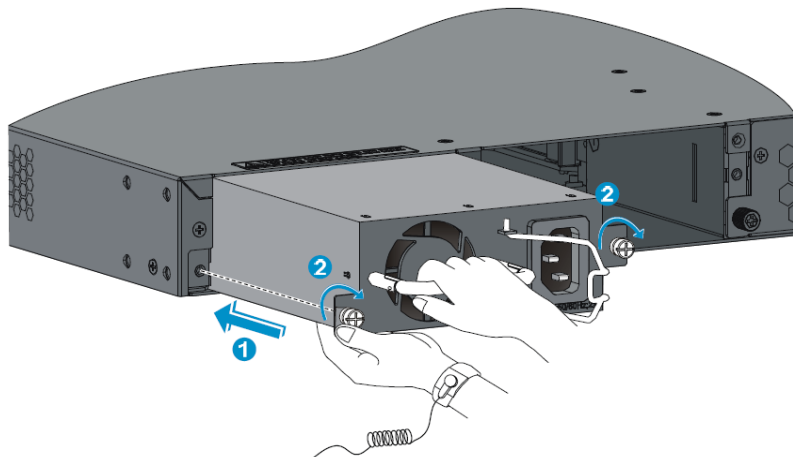

図 8-8 電源モジュールの挿入
- 3) 電源モジュールの挿入する向きを確認し、片手で電源モジュールのハンドルを持ち、もう一方の手で電源モジュールの底を持ち、電源モジュールをガイドレールに沿ってスライドさせてスロットにゆっくりと挿入してください。図 8-8 の①を参照してください。
- 5) 電源モジュールを装置本体に固定するためにプラスドライバを使ってネジを固定してください。図 8-8の②を参照してください。